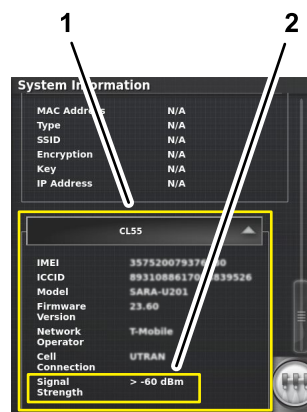

Рисунок 204
2. На экране информации о системе используйте полосу прокрутки, чтобы перейти к значку CL55 (Рисунок 204).
3. Нажмите на значок CL55 для отображения информации о силе сигнала (Рисунок 204) и